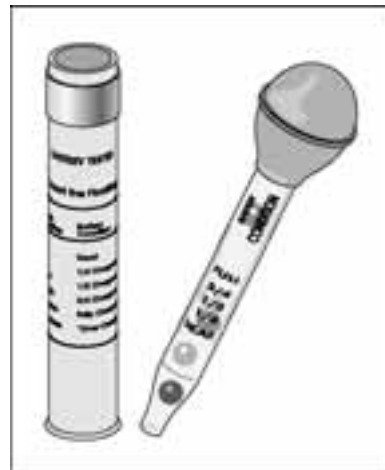

Рис. 3.7. Аккумуляторный пробник
**8. Если у вас возникли проблемы с запуском двигателя, если фары светят тускло или батарея старая и у нее есть крышки, которые можно снять и заглянуть вовнутрь, купите аккумуляторный пробник (рис. 3.7) и проверяйте с его помощью плотность электролита в банках АКБ.**